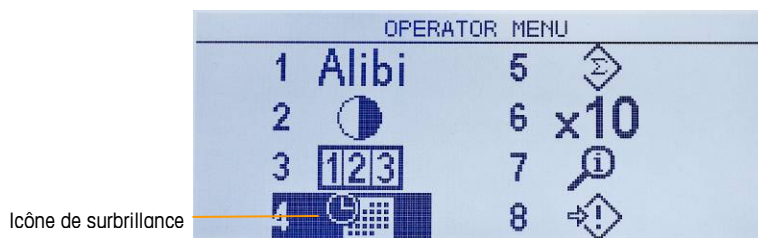

Figure 2-3 : Affichage du menu opérateur
Pour accéder au menu de l'opérateur, appuyez sur la touche MENU . L'affichage passera de la présentation du poids normal à un ensemble d'icônes (Figure 2-3). Les icônes incluses dépendent de la configuration du terminal ; pour de plus amples détails, reportez-vous au Tableau 2-5.
- Lorsque la surbrillance se trouve dans la colonne gauche, comme sur les Figure 2-3 et Figure 2-4, si vous appuyez sur la touche fléchée GAUCHE, vous quitterez le menu **CONFIGURATION** et afficherez le menu de l'**OPÉRATEUR**.
Par exemple, sur l'écran de la Figure 2-3, si vous appuyez sur ENTRÉE ou sur 4, vous afficherez l'écran de configuration de l'heure et de la date.
Lorsque l'heure et la date sont correctement réglées, appuyez sur la touche fléchée GAUCHE pour revenir au Menu de l'opérateur (Figure 2-3).